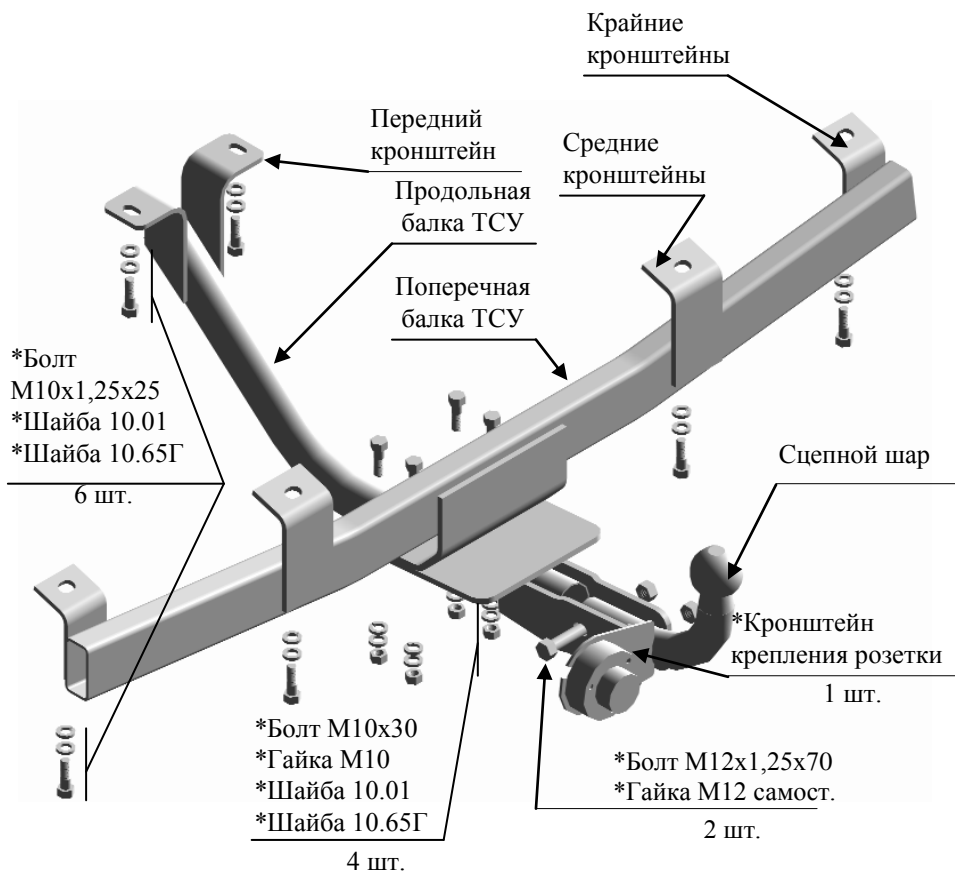

Рис.1 Тягово-сцепное устройство ТСУ 2123.01.Р (2123.02.С)
2.1 ТСУ 2123.01.P (2123.02.C) в сборе (рис.1)	1 шт.
2.2 Пакет с комплектующими (см. рис.1)	1 шт.